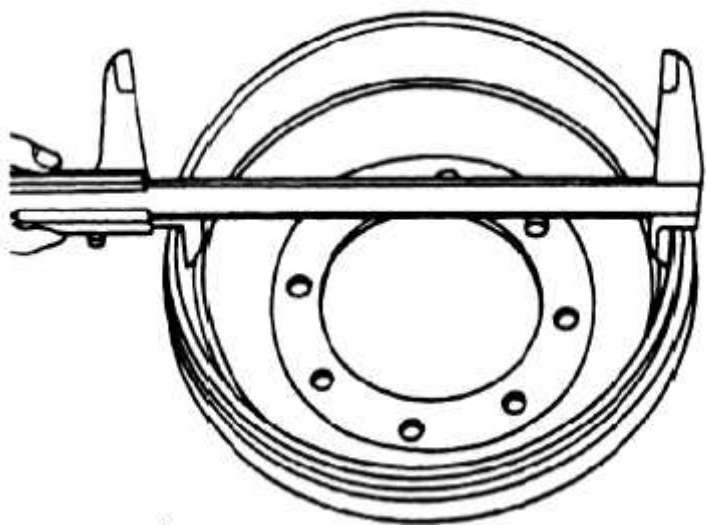

Рис. 2-19
(5) Нужно проверить состояние внутренней поверхности тормозного барабана. Если есть повреждение или чрезмерный износ, то нужно отремонтировать на металлообрабатывающем станке или заменить его (См. Рис. 2-19).